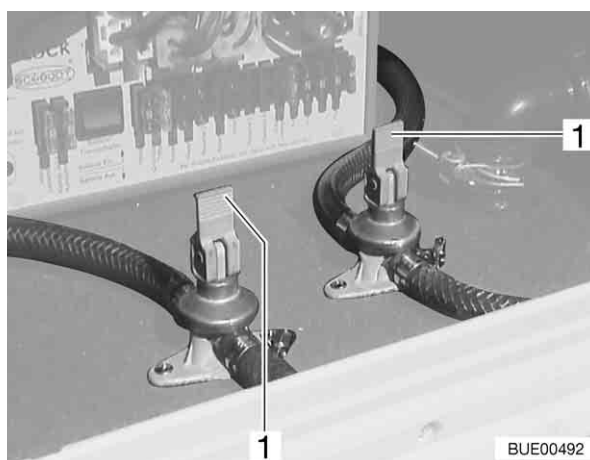

Fig. 148 Robinets de vidange
- Fermer les robinets de vidange. Placer le levier à bascule (Fig. 148,1) en position horizontale.
- Ouvrir les robinets de vidange. Placer le levier à bascule (Fig. 148,1) en position verticale.